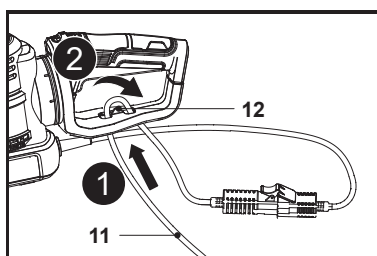

Fig. 3
2. Doble el cable de alimentación (11) hacia atrás, a unos 20 cm del conjunto del conector, pase el lazo que ha creado con el cable enrollado a través del orificio de la sujeción del cable (12) y cuelgue el lazo en el gancho (Fig. 3, paso 1 y 2).